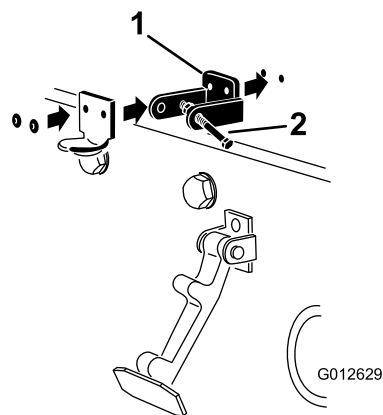

Рисунок 6
6. Приклепайте кронштейны и шайбы к капоту (Рисунок 6).